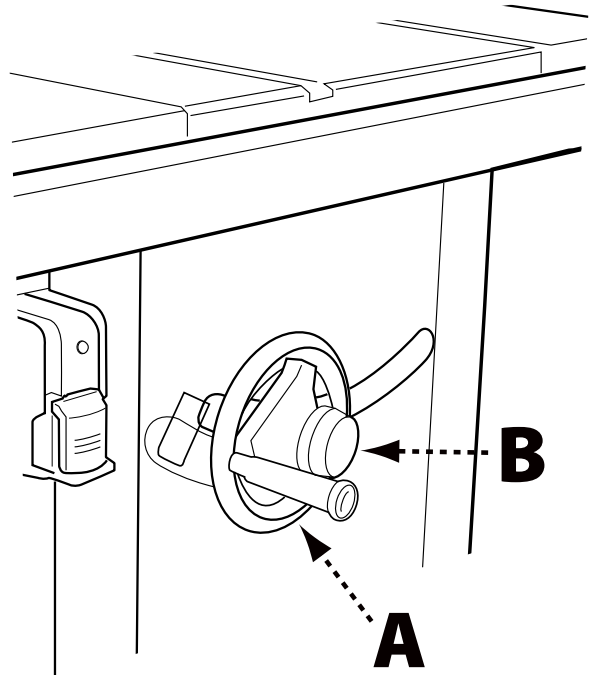

FIGURE 19
Relevez ou abaissez la lame avec le volant de commande (A) situé à l'avant de la scie (voir Figure 19)
1. Avant de soulever ou d'abaisser la lame, veillez à desserrer le bouton de verrouillage (B) en le tournant dans le sens antihoraire.